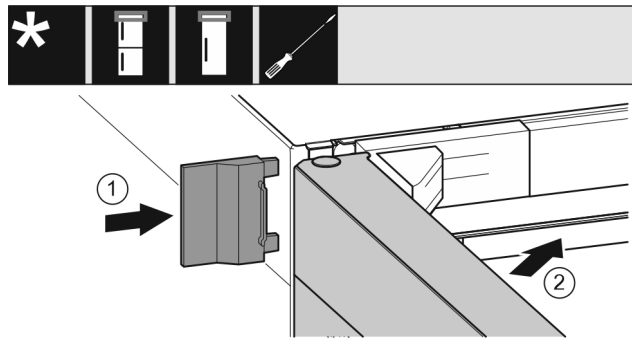

Fig. 28
- ▶ Tolja fel a külső fedelet Fig. 28 (1).
- ▶ Csukja be a felső ajtót Fig. 28 (2).